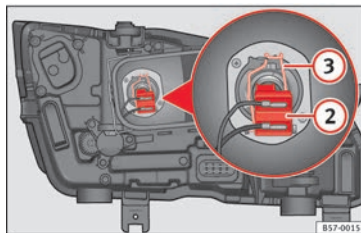

Abb. 105 Im Motorraum: Glühlampe Abblendlicht.
3. Ziehen Sie den Stecker » **Abb. 105** ② von der Lampe ab.
4. Nehmen Sie die Haltefeder » **Abb. 105** ③ durch Eindrücken und Rechtsdrehung ab.